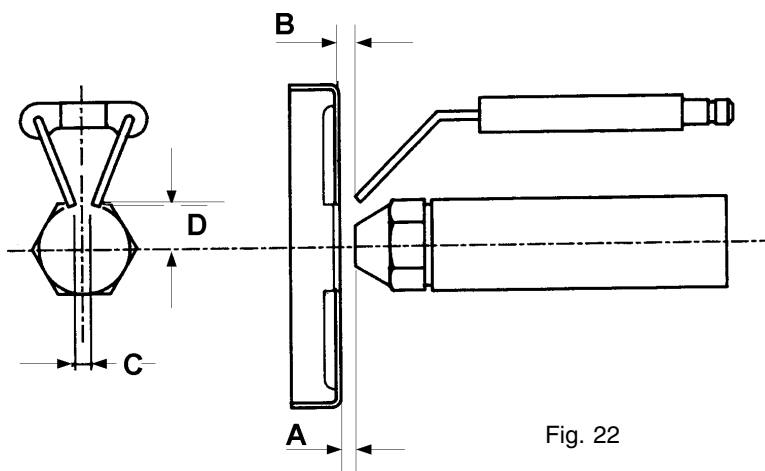

Fig. 22
- Examen electrodos de encendido y su correspondiente aislamiento cerámico, limpieza inspección y si es necesario sustitución (ver fig. 22).